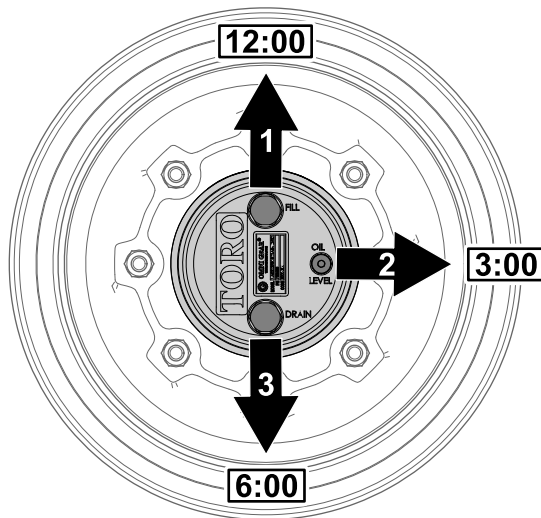

Figura 66
1. Parcheggiate la macchina su una superficie piana, posizionate la ruota in modo che il tappo di riempimento si trovi nella posizione a ore 12, il tappo di controllo nella posizione a ore 3 e il tappo di spurgo nella posizione a ore 6 (Figura 66).
1. Parcheggiate la macchina su una superficie piana, posizionate la ruota in modo che il tappo di riempimento si trovi nella posizione a ore 12, il tappo di controllo nella posizione a ore 3 e il tappo di spurgo nella posizione a ore 6; fate riferimento alla Figura 66 in Controllo del lubrificante della trasmissione degli ingranaggi a ruotismo planetario (pagina 53).